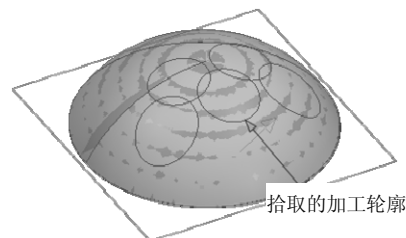

图 5-27 拾取的加工轮廓
2) 单击右键后系统提示“拾取轮廓和加工方向”, 单击拾取五环的外轮廓, 并确定搜索链方向一致, 具体如图 5-27 所示。